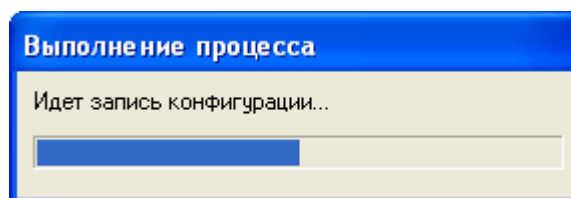

Рисунок 2.5
Кнопка **«Записать»** (5) позволяет записать конфигурацию в прибор (рисунок 2.5).